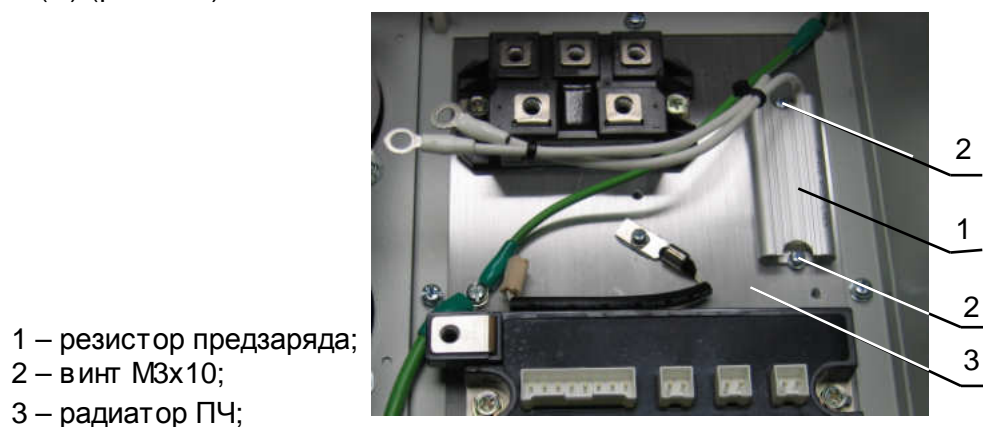

Рис.7.10
7.5.3. Установить на радиатор (3) **резистор предзаряда** (1) и закрепить его двумя винтами (2) (рис.7.10).